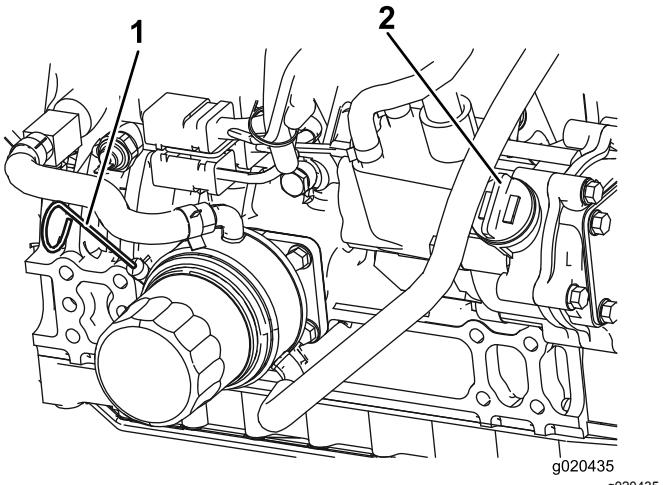

図 76
オイル量が安全レンジ内にあればよい 図 76。
4. 不足している場合安全範囲よりも下は、補給管についているキャップ 図 76を取り、Full 位置までオイルを補給する。